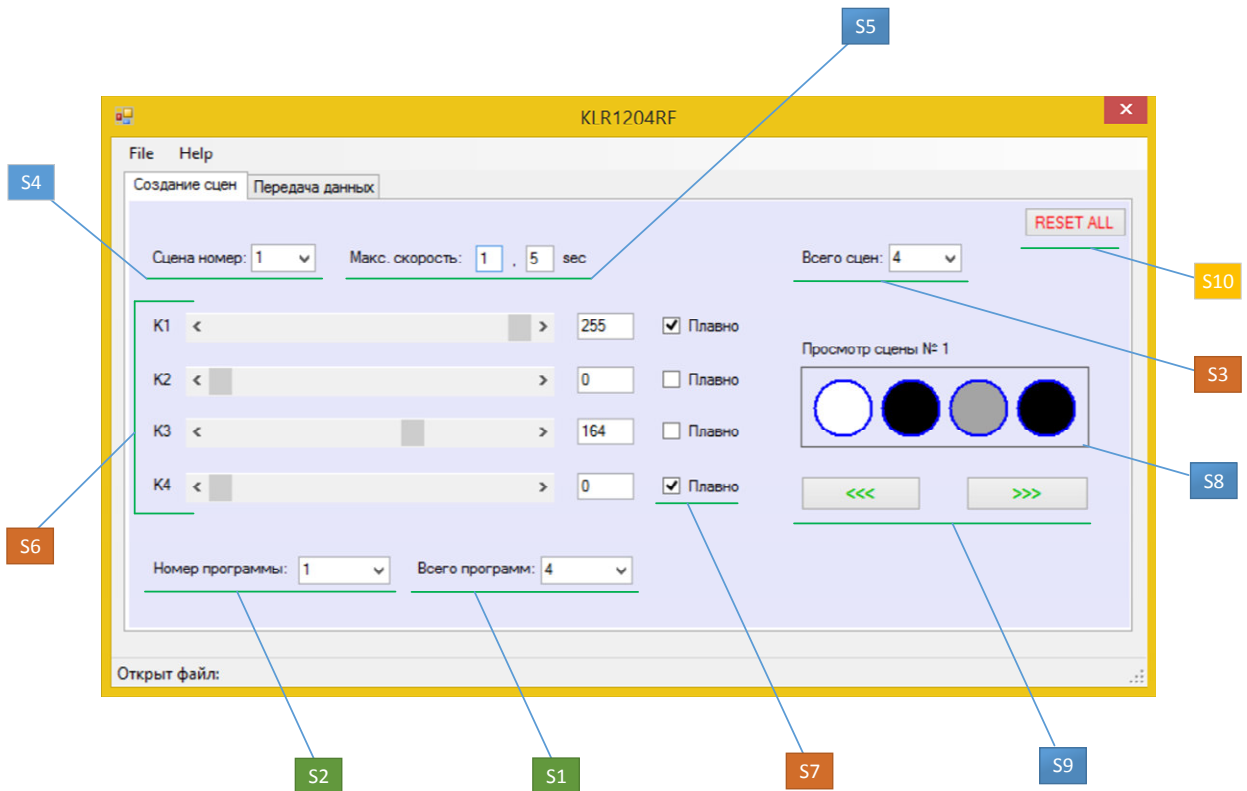
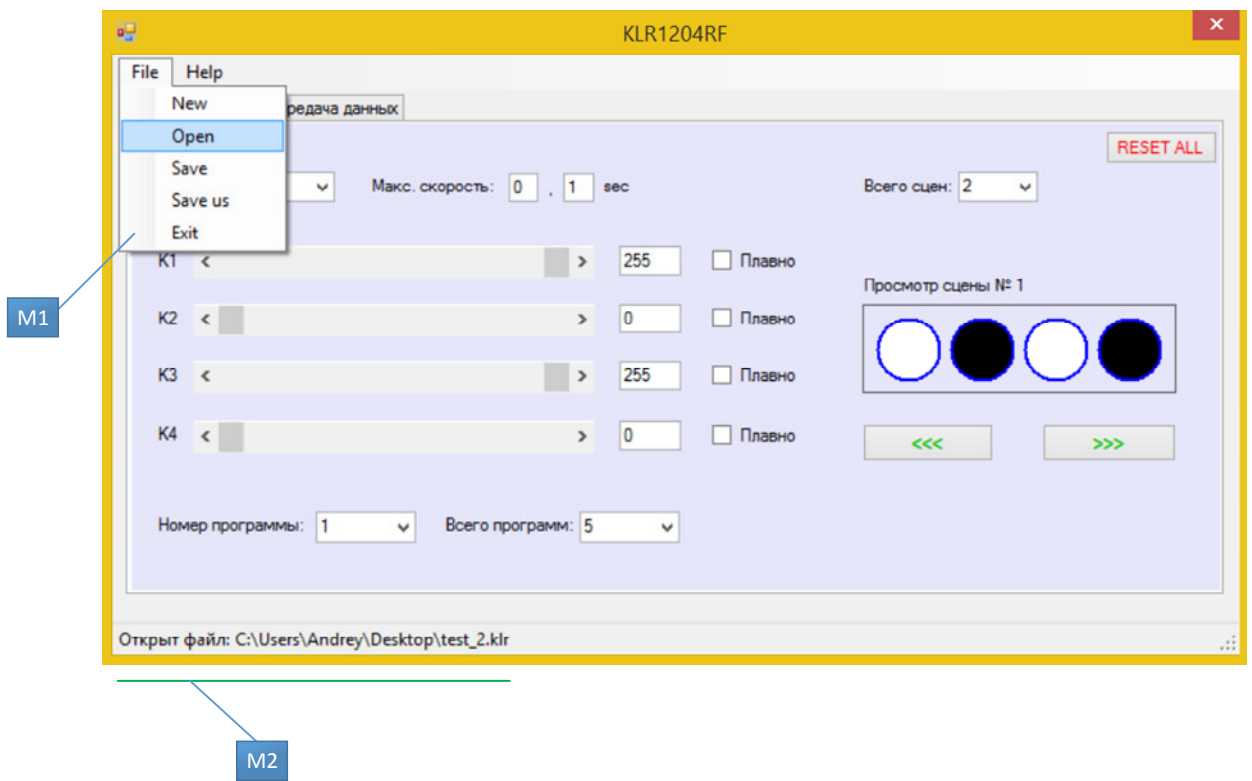
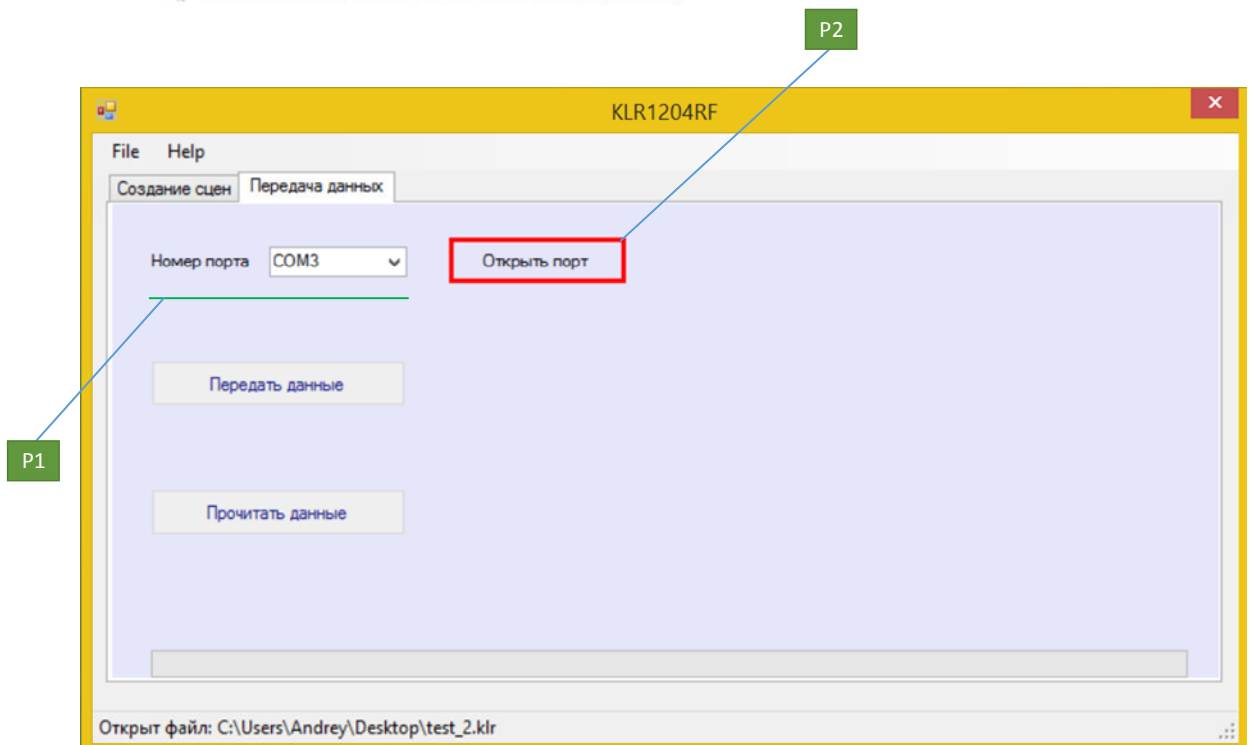

Рис.2 Внешний вид утилиты KLR0412U, окно создание сцен
Рис.3 Сохранение / Открытие сцен
Рис.4 Открытие порта
1. Режим программирования (запись новых программ) производится с помощью утилиты KLR1204RF, внешний вид приложения представлен на рис.2/рис.3/рис.4
2. В меню “File” (рисунок 3) выбираем нужное действие [M1]
5. Выбираем номер порта [P1], в данном примере - номер порта “COM3” (рис. 4)
6. Нажимаем “Открыть порт” [P2] (рис. 4)